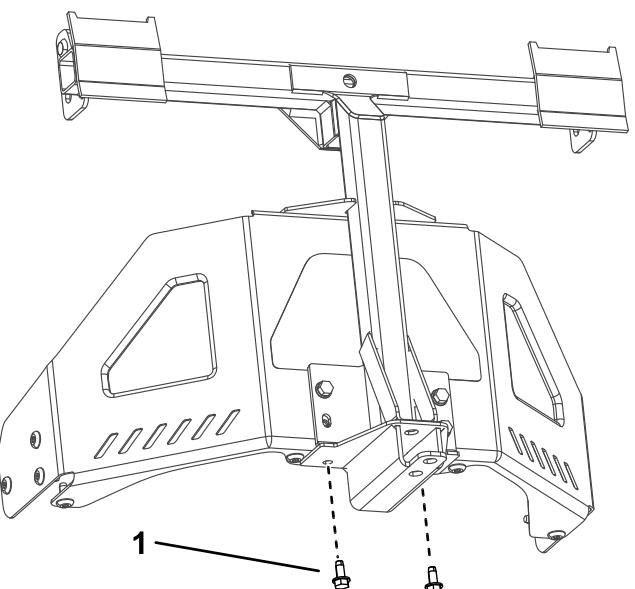

図7
- ピボットフレームを、機体フレームの底部に固定するタッピングねじ 5/16 x ¾" 2本を使用して図7のように取り付ける。